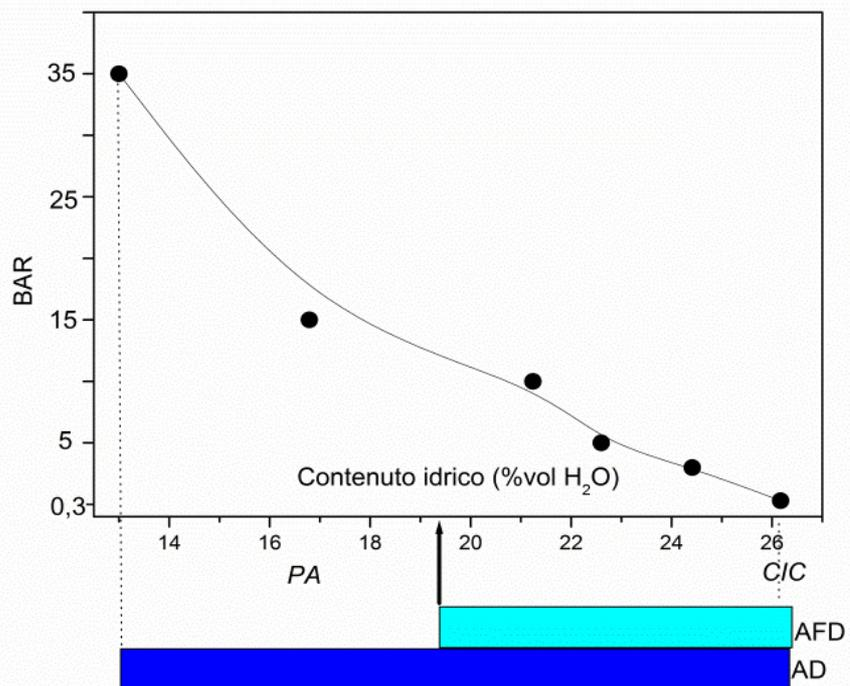

Figura 2. Curva di ritenzione idrica di un suolo e relativa frazione di acqua disponibile (AD) e facilmente disponibile (AFD)
Per entrambi i contenitori al fine di conoscere la quantità di acqua immagazzinabile, è necessario disporre, oltre che delle loro dimensioni, anche di alcune caratteristiche idrologiche del suolo come il livello di umidità del suolo (es. volume in %) in corrispondenza della Capacità Idrica di Campo (CIC) e quello in corrispondenza del Punto di Appassimento (PA). Tali parametri sono generalmente determinati in laboratorio mediante la curva di ritenzione idrica del suolo (Figura 2); pertanto è importante richiederli contestualmente alle analisi fisico-chimiche. Tuttavia, alla luce del diverso comportamento tra le varie specie in relazione alla carenza idrica, sarebbe opportuno determinare il reale PA per ogni specie che può variare da -1,2 a 2,5 MPa.
La figura 2 mostra un esempio di curva di ritenzione idrica determinata in laboratorio (metodo piastre di Richards) in cui il livello di umidità (%del volume) del suolo è di 26,1 e di 16,6 in corrispondenza rispettivamente della CIC e del PA. Questi due livelli di umidità definiscono l'intervallo di acqua disponibile (AD) per questo tipo di suolo che è pari a 9.5% vol. L'acqua facilmente disponibile (AFD) rappresenta una quota variabile dal 40 al 60% di AD, in relazione alla sensibilità delle specie alla carenza idrica.
Nell'esempio in figura 2, la AFD è pari al 50% di AD, inoltre la soglia inferiore della AD è raggiunta quando il suolo ha un contenuto idrico del 21%vol circa.